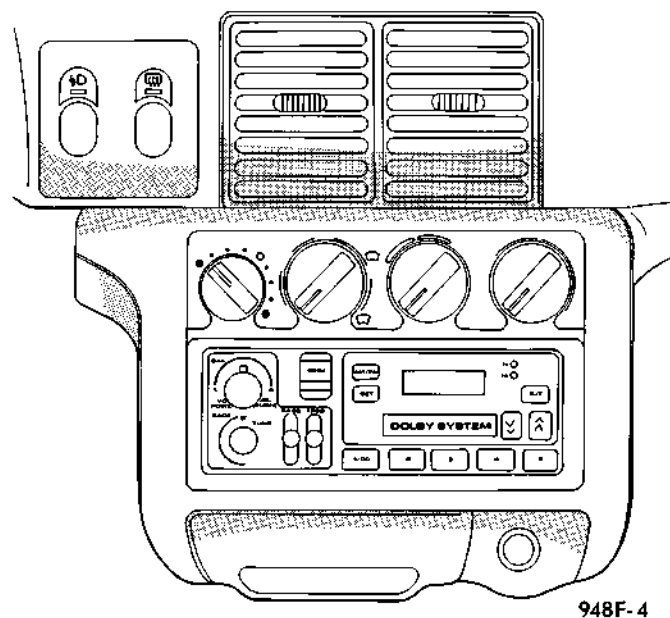

Fig. 6 Marco del módulo central
- (1) Retire el marco del módulo central (Fig. 6).